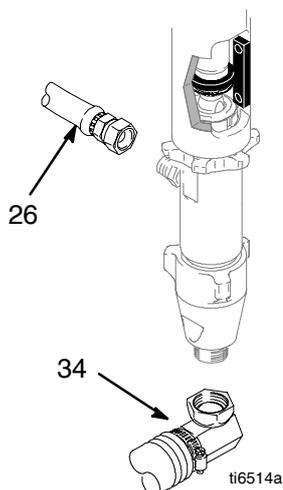

Рис. 11
3. См. Рис. 11 – 13. Снимите насос.
3. См. Рис. 11. Отсоедините трубку всасывания (34) и шланг (26).